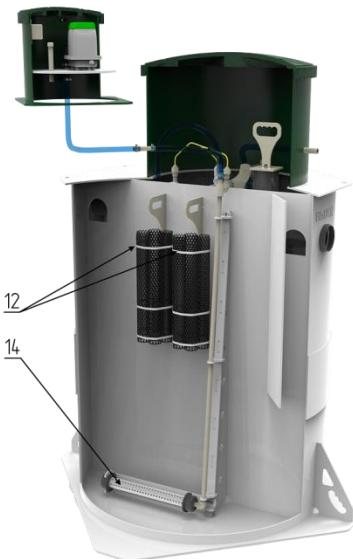

Рисунок 3 – Мелкопузырчатый аэратор и биофильтры
Мелкопузырчатый аэратор (14) (рис. 3), устанавливается по направляющей на дно аэротенка под устройство рекуперации воздуха (питается от компрессора, который вынесен за габарит корпуса станции).
Биофильтры (биозагрузка) (12) (рис. 3), из сетчатой трубы, погруженные в очищаемые сточные воды аэротенка над мелкопузырчатым аэратором (14) (рис. 1).